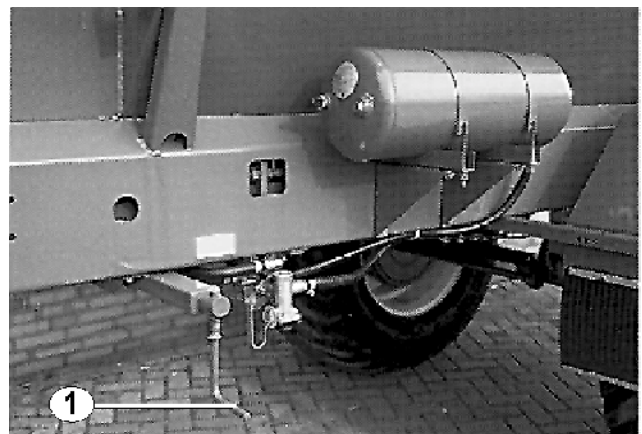

Fig. 16
- Handkurbel (Fig. 16) seitlich am Fahrrahmen bis zum Anschlag links herum drehen.
- Feststellbremse (Fig. 16/1) lösen: